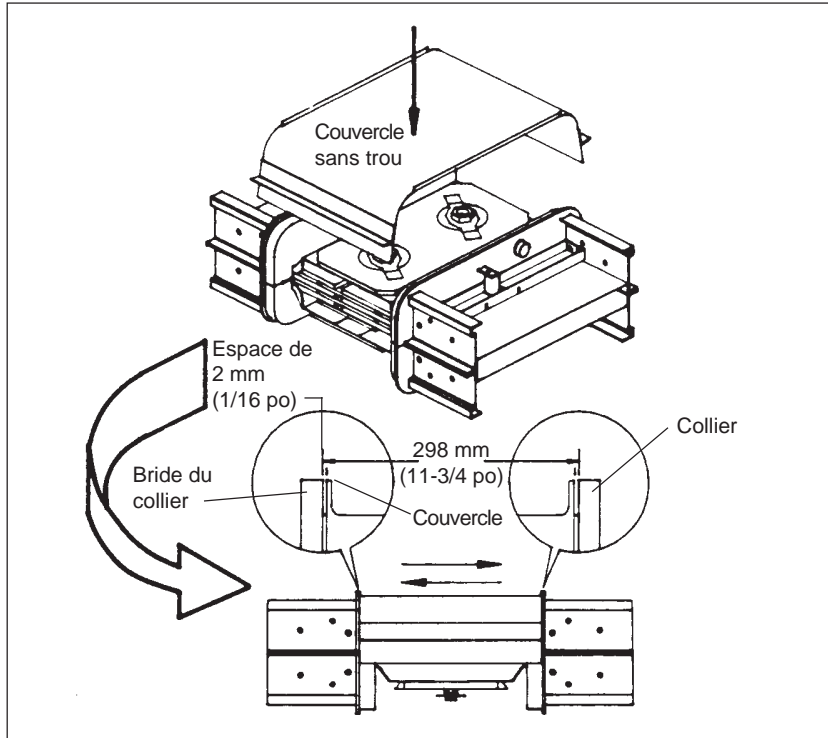

Figure 2
2. Aligner la jonction à l'aide du couvercle (figure 2).
Pour l'alignement, utiliser le couvercle sans trou. Vérifier les dimensions indiquées à la figure 2. Laisser un espace de 2 mm (1/16 po) entre le couvercle et les rebords du collier. (Laisser le couvercle du haut en place afin de faciliter les étapes suivantes).
Afin d'assurer le bon alignement indiqué à la figure 2, laisser le couvercle en place pendant le serrage des boulons de la jonction. Serrer à l'aide d'une clé avec une manche d'au moins 45,7 cm (18 po) jusqu'à ce que la tête du boulon VISI-TITE® se brise et que le disque rouge tombe. Retirer le couvercle.